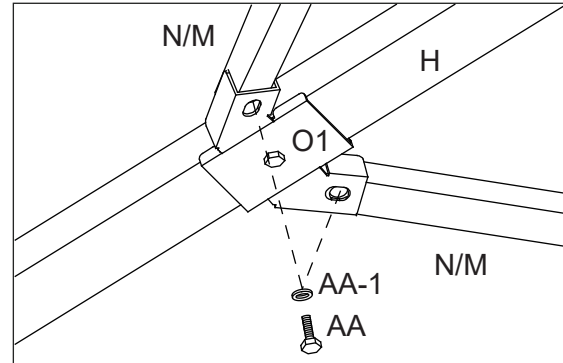

Figure 14-4
- 14.4. Attacher les supports de toit principaux horizontaux (N, M) au connecteur (O1) à l'aide de boulons (AA) et de rondelles (AA-1). Voir figure 14-4.